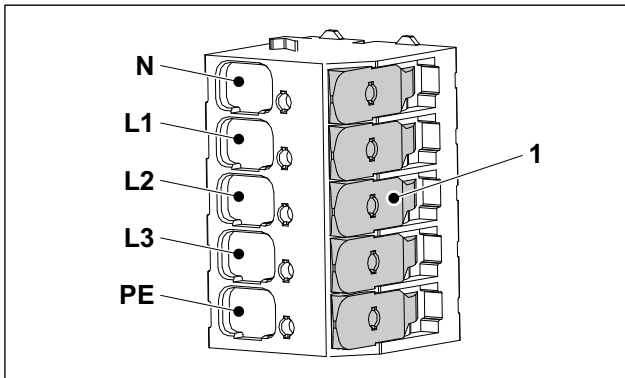

Abb. 5 Anschlussklemmen der Spannungsversorgung
7. Die Einzeladern der Zuleitung laut Kennzeichnung (Abb. 5) anschließen. Bei einphasiger Versorgungsspannung muss die Phase an L1 angeschlossen werden. Die Klemmen L2 und L3 werden bei einphasigem Anschluss nicht genutzt.
Es handelt es sich um eine werkzeuglose Klemmleiste. Das Wegklappen des jeweiligen Betätigungshebels (Abb. 5/1) öffnet die Anschlussklemme und die jeweilige Einzelader kann eingesteckt werden. Es muss vermieden werden, mehrere Betätigungshebel gleichzeitig zu betätigen. Das Zurückklappen des jeweiligen Betätigungshebels arretiert die zugehörige Einzelader.